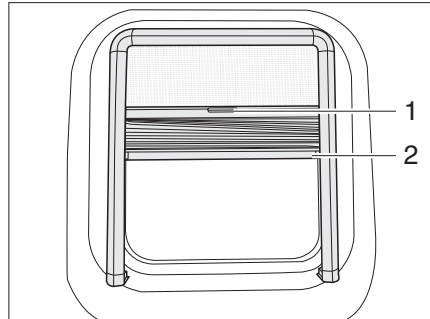

Bild 14 Ausstellfenster
**Schließen:** ■ In die Einkerbung (Bild 14,2) fassen und Verdunklungsrollo von oben nach unten bis zur gewünschten Höhe ziehen.
**Öffnen:** ■ In die Einkerbung (Bild 14,2) fassen und Verdunklungsrollo nach oben schieben.
**Schließen:** ■ Insektenschutzrollo an dem Griff (Bild 14,1) nach unten ziehen.
**Öffnen:** ■ Insektenschutzrollo an dem Griff (Bild 14,1) nach oben schieben.